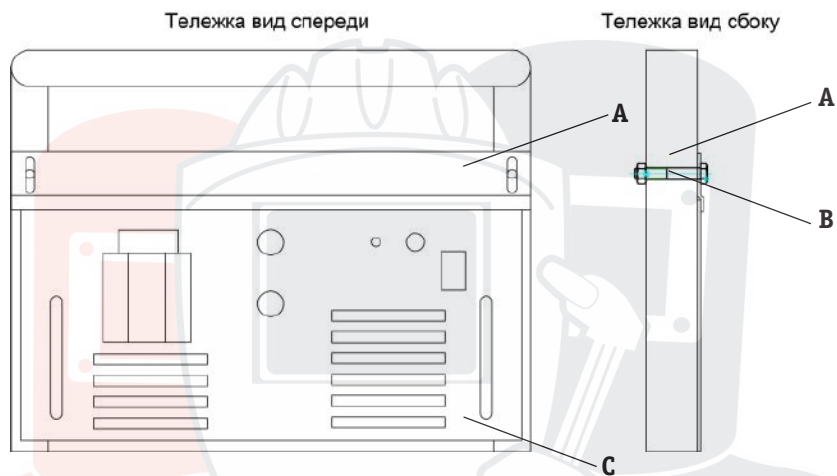

Рис. 5.10. Фиксация кулера для тележки ТУ-2.
4. Установите кулер 4 л на нижнюю полку тележки. Установите фиксирующую скобу. Отрегулируйте скобу по высоте и закрутите болты (См. рис. 5.10).